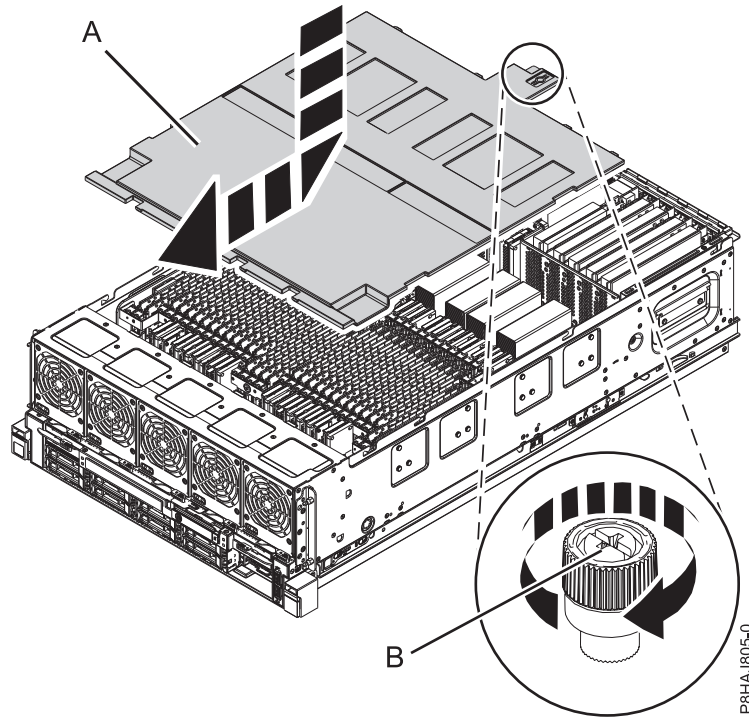

Figura 36. Sustitución de la cubierta de seguridad
2. Presione la cubierta de seguridad (A) hacia el chasis.
3. Apriete el tornillo de mano (B) girándolo en la dirección que se muestra en Figura 36 en la página 57 para fijar la cubierta de seguridad en el chasis.